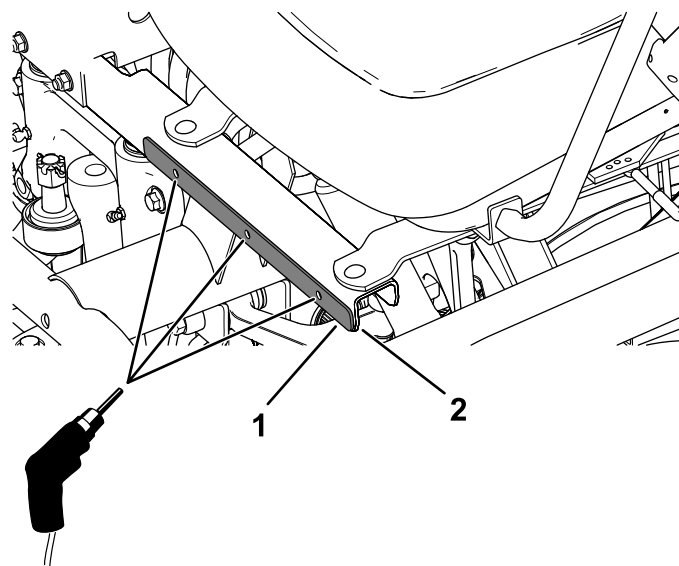

Figura 21
1. Alinhe as correias do guarda-lamas na extremidade inferior da estrutura da base do banco e utilize as correias do guarda-lamas como modelo para assinalar e perfurar três orifícios (5/16 pol.) em cada lado da estrutura da base do banco (Figura 21).